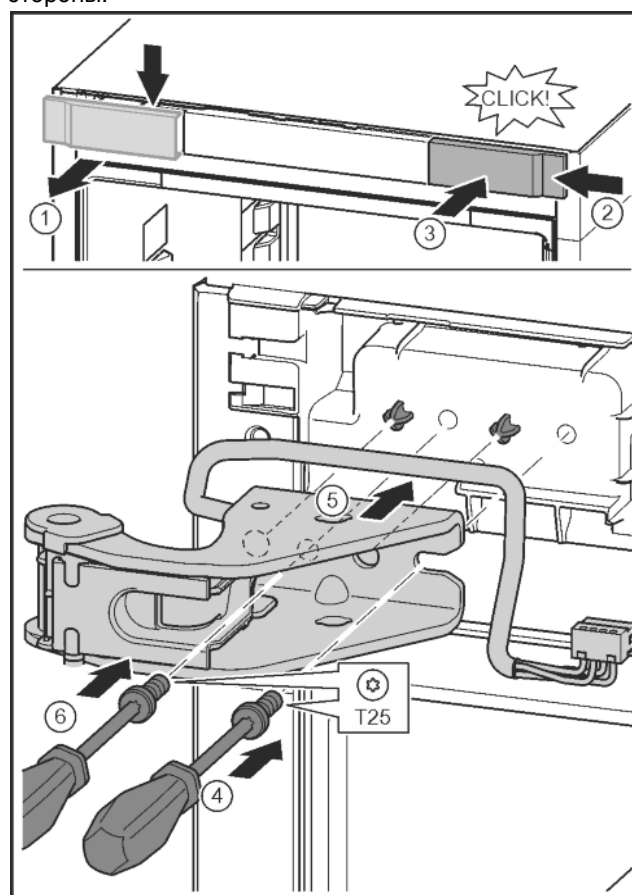

Fig. 28
- ▶ Отпустить крышку и снять скобу. Fig. 28 (1)
- ▶ Навесить крышку, повернув ее на 180°, справа с другой стороны. Fig. 28 (2)
- ▶ Крышку зафиксировать. Fig. 28 (3)
- ▶ Установить винт отверткой T25. Fig. 28 (4)
- ▶ Установить верхний опорный кронштейн. Fig. 28 (5)
- ▶ Затянуть винт. Fig. 28 (4)
- ▶ Вставить и затянуть винт отверткой T25. Fig. 28 (6)